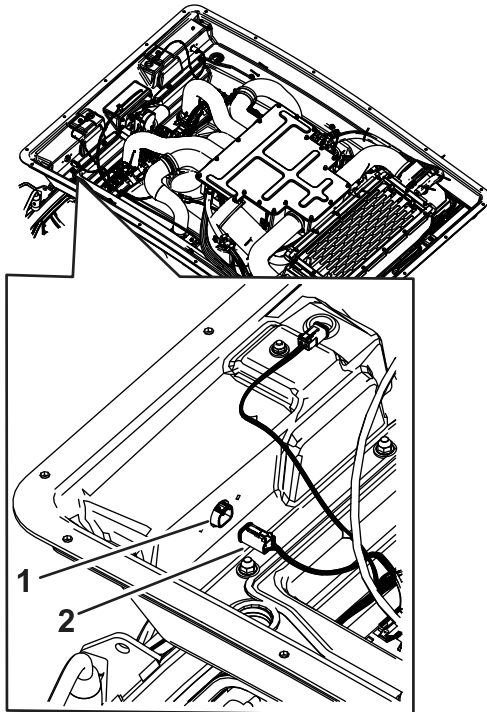

Figura 9
4. Conecte las luces de advertencia delanteras al arnés de cables (Figura 9).